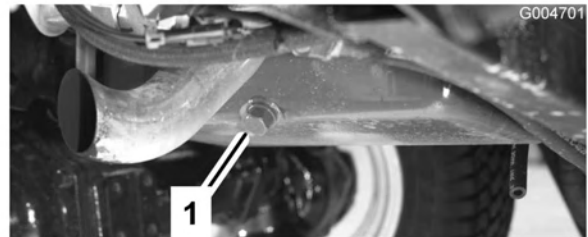

Bild 50
1. Entfernen Sie eine der Ablassschrauben (Bild 50) und lassen Sie das Öl in die Auffangwanne ab. Schrauben Sie die Ablassschraube wieder ein, nachdem das Öl abgelaufen ist.